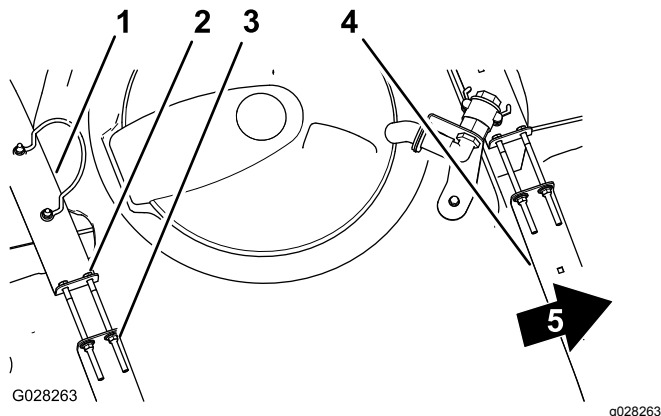

Figure 68
2. Assurez-vous qu'il n'y a pas de jeu entre les sangles de la cuve et la cuve (Figure 68).
3. Si les sangles de la cuve ne sont pas assez serrées, resserrez les contre-écrous à embase et les boulons en haut des sangles jusqu'à ce que ces dernières soient parfaitement en appui sur la surface de la cuve (Figure 68).